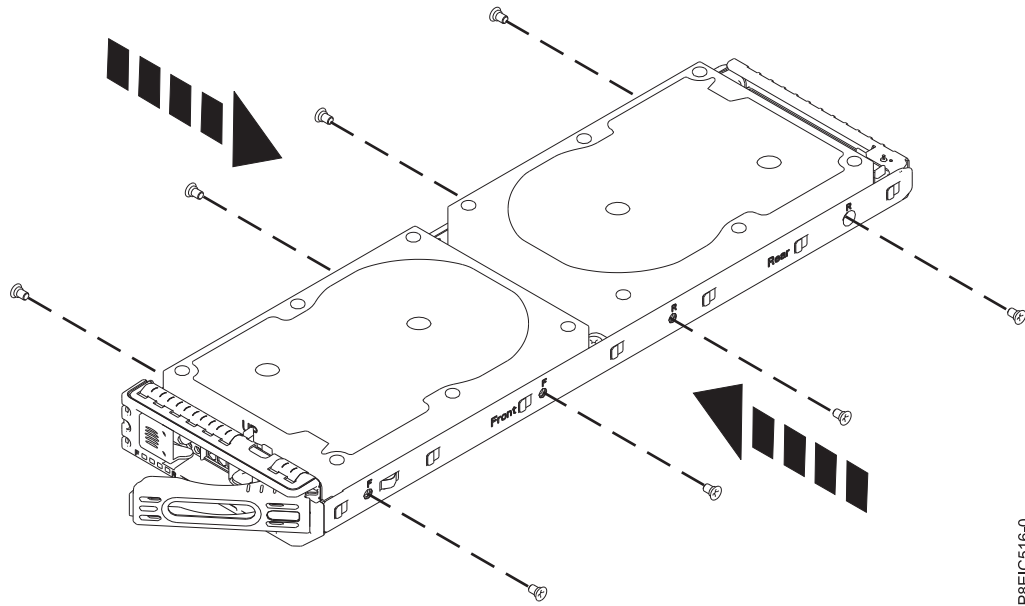

Figure 15. Fixation de l'unité 3,5 pouces au tiroir
- b. Fixez l'unité aux côtés du tiroir à l'aide de quatre vis (2 de chaque côté), comme illustré dans la figure 15, à la page 17.